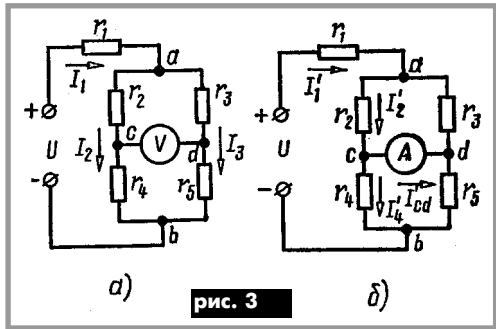

рис. 3
3. Определить токи в ветвях цепи рис.3, а и показание вольтметра, включенного между точками с и d, считая, что его сопротивление во много раз превышает сопротивление каждого из элементов цепи. Чему равно показание амперметра, включенного между точками с и d (рис.3, б), сопротивление которого считать равным нулю? Сопротивления элементов цепи:  $r_1 = 10 \text{ Ом}$ ,  $r_2 = r_3 = r_5 = 25 \text{ Ом}$  и  $r_4 = 50 \text{ Ом}$ , а приложенное напряжение  $U = 120 \text{ В}$ .